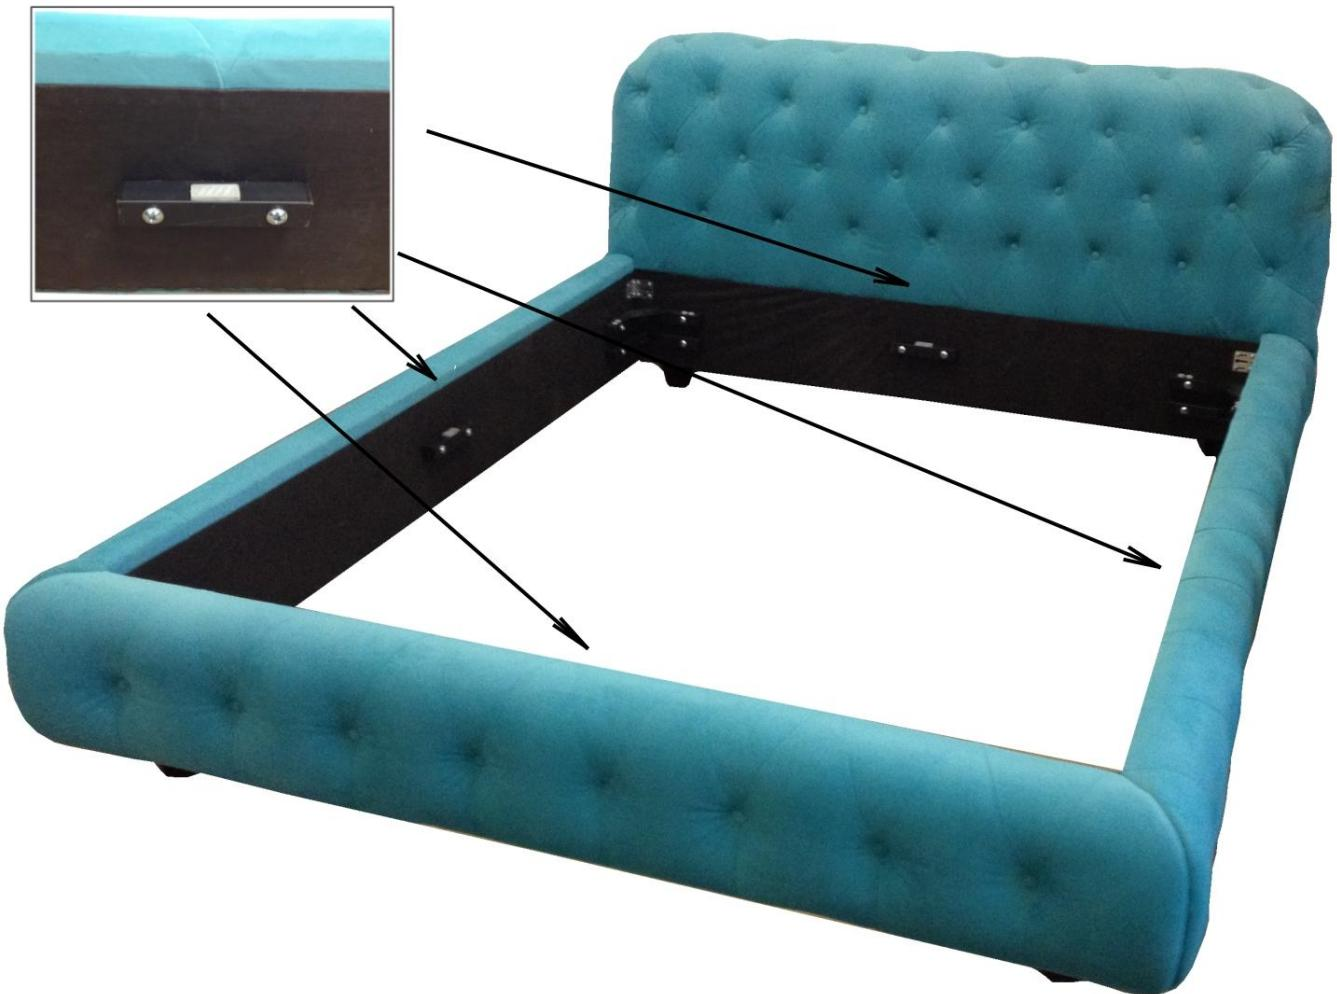

Рис. 2
2. Установить опорные элементы основания на царги и спинку с помощью винтов M8x80 с прессшайбой (рис.2).